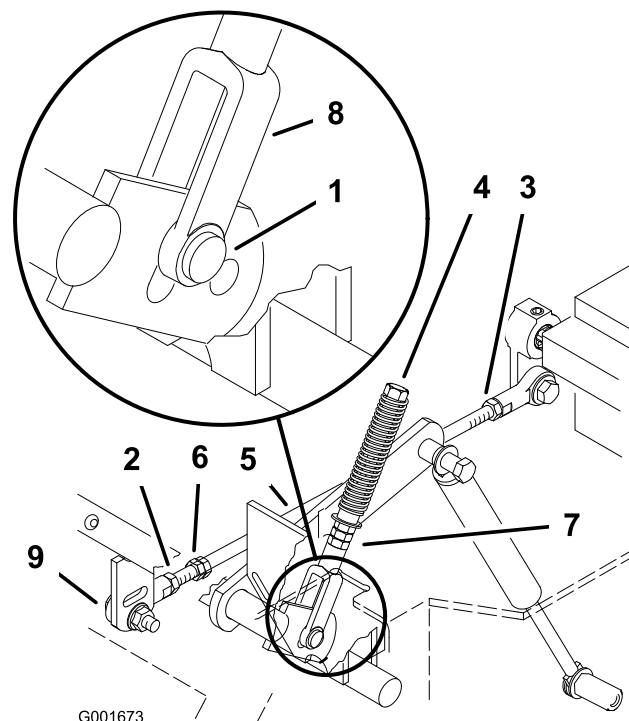

Figure 56
8. Si un réglage s'impose, desserrez l'écrou et l'écrou de blocage vissés contre la chape (Figure 56).
10. Serrez l'écrou et l'écrou de blocage (Figure 56).
6. Tirez ensuite le levier en arrière jusqu'à ce que l'axe de chape (situé sur le bras au-dessous de l'axe de pivot) touche l'extrémité de la fente (c.-à-d. commence juste à appuyer sur le ressort) (Figure 56).